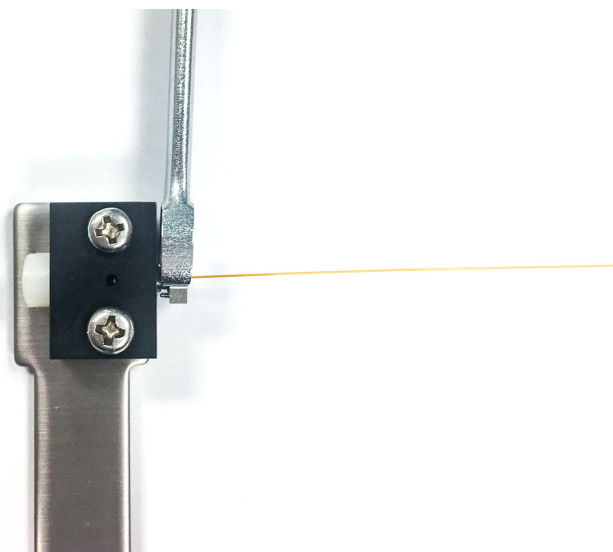

Figure 9. Serrez l'écrou interne.
- c Vérifiez que la férule est fixée sur la colonne. Si oui, arrêtez. Si non, continuez à serrer l'écrou interne par petits incréments de 5 à 15 degrés. Après chaque incrément, vérifiez si la férule est fixée sur la colonne. Arrêtez dès que la férule est fixée. Voir **Figure 9**.